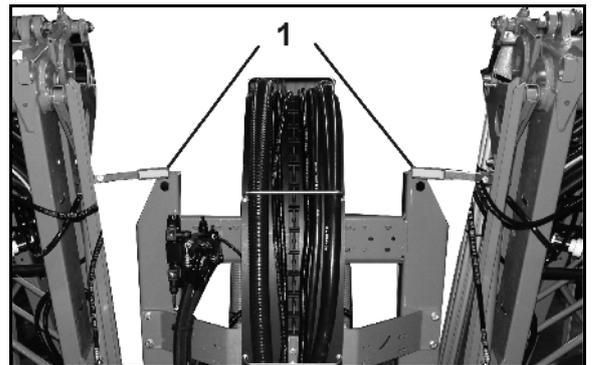

Fig. 11
- Fig. 11/...
(1) Sichtkontrolle der Verriegelung des **Super-S**-Gestänges